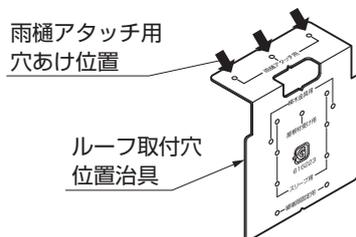

図12-34
- ①ルーフ取付位置治具を樋にあて、ポンチ等でケガキ、ドリルで水抜き穴φ36と雨樋アタッチメント取付穴φ3.5をあけてください。（図12-34、12-35、12-36参照）